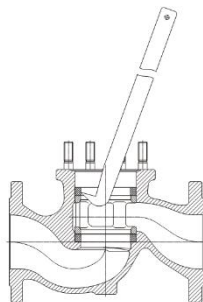

Bild 2
- » Einlegtring (Pos. 17) und oberen Ventilring (Pos. 14) mit Ringziehhaken herausziehen (siehe Bild 2)
- » Einlegring (Pos. 17) und oberen Ventilring (Pos. 14) mit Ringziehhaken herausziehen (siehe Bild 2)